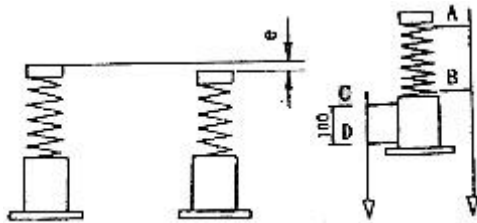

图 1
4. 如作用于轿厢的缓冲器由两个组成一套时，两个缓冲器顶面应在一个水平面上，相差值 e 不应大于 2mm（图 1）。